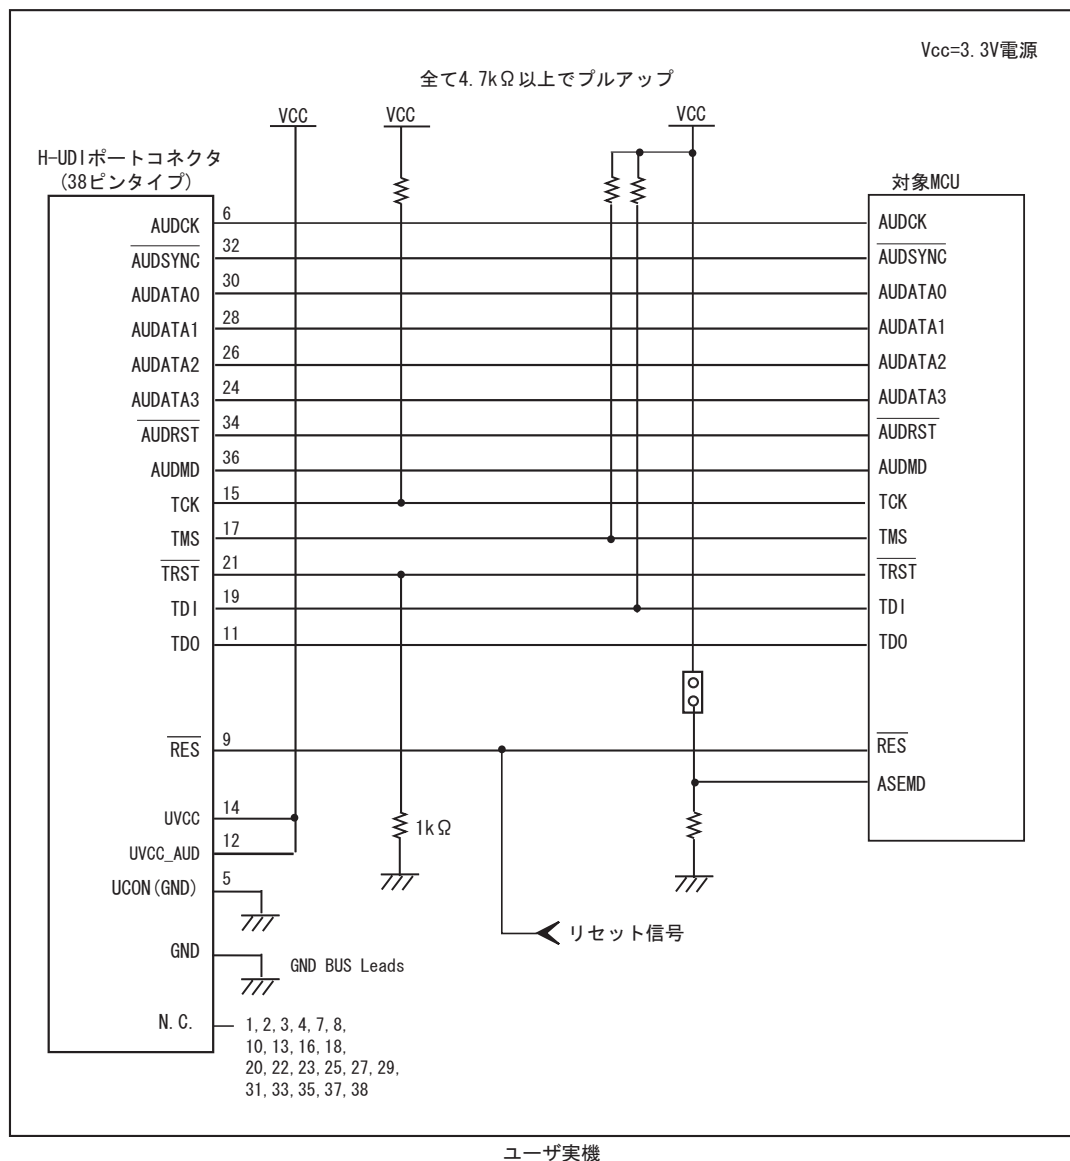

図 1.7 E10A-USB 使用時の H-UDI ポートコネクタ - チップ間の推奨接続例(38 ピンタイプ)
- 図1.7の回路を組んだ場合のE10A-USBエミュレータのスイッチ設定 : SW2=1, SW3=1